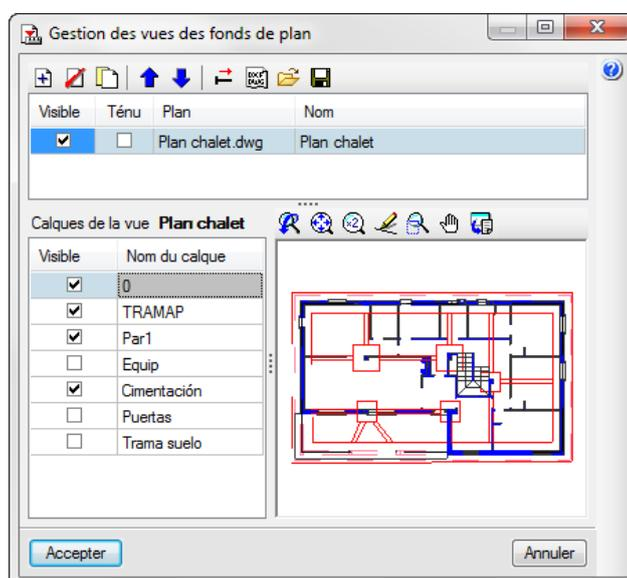

Fig. 18
2. Dans cette nouvelle fenêtre, cliquez sur le bouton  et cherchez le fichier DXF ou DWG qui correspond. Une fois localisé, sélectionnez le en faisant un double clic ou en cliquant dessus et en cliquant ensuite sur 'Ouvrir'. Acceptez la fenêtre qui s'ouvre et la fenêtre de la Fig. 18 apparaîtra.
3. Dans la fenêtre de la Fig. 18 ci-dessus, il est possible de maintenir activés ou de désactiver les calques qui ne sont pas nécessaires ici.